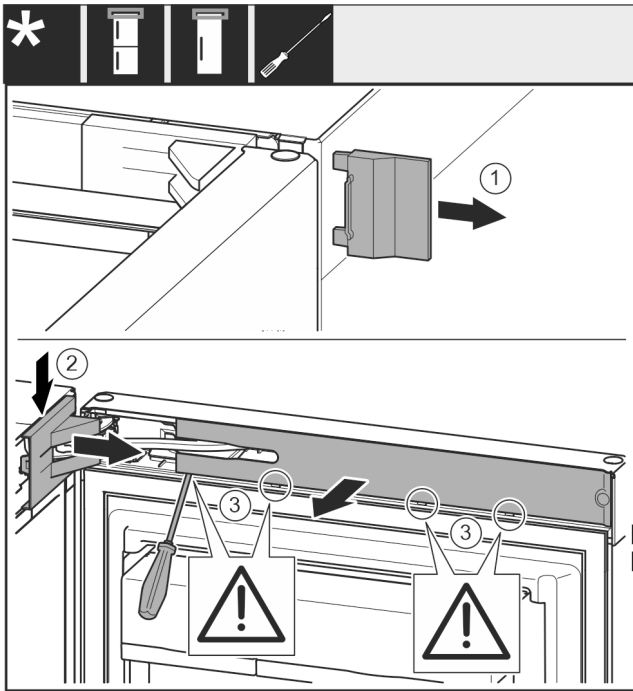

Fig. 10
- ▶ Vegye le a fedelet Fig. 10 (1).
- ▶ Pattintsa ki és oldja ki a csapágybak fedelét Fig. 10 (2).
- ▶ Vegye le a csapágybak fedelét Fig. 10 (2).
- ▶ Pattintsa ki a takarólemezt Fig. 10 (3) lapos csavarhúzóval, és fordítsa oldalra.